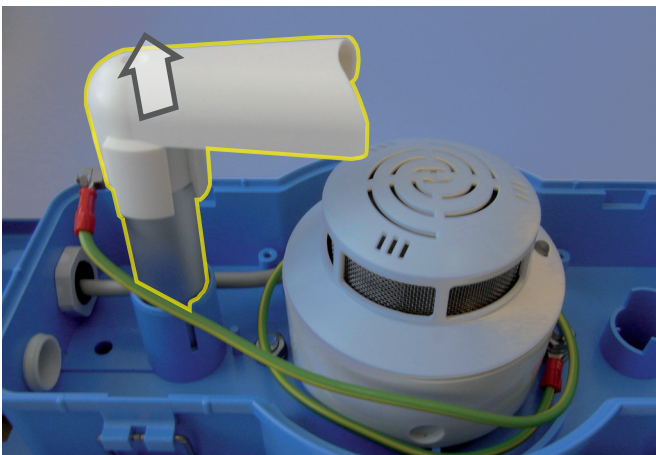

Bild: 1
1. LKS-Einlassrohr Ex aus LRS 04 Ex entnehmen (Bild 1).